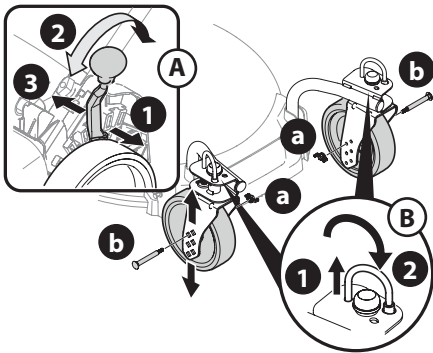

Figure 24
**NOTE :** Le levier de réglage des roues arrière est situé sur la roue arrière gauche (Figure 24).
**NOTE :** La hauteur des roues avant est déterminée par la position du boulon sur chaque fourche (Figure 24).
6. Les roues pivotantes peuvent se déplacer librement ou être verrouillées en position de marche en ligne droite (Figure 24).